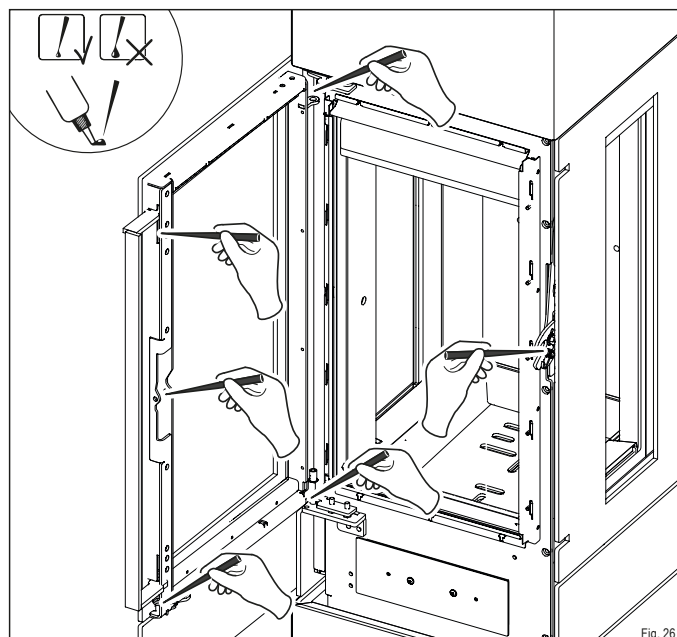

Fig. 26
- Lubrifiez les points avec la graisse spéciale de la Startbox (Fig. 26).